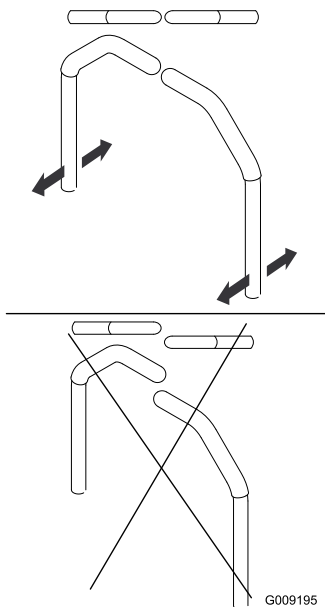

Figure 80
4. Réglez l'alignement avant/arrière des leviers en les plaçant simultanément à la position **POINT mort** puis faites-les coulisser jusqu'à ce qu'ils soient alignés, puis serrez les boulons (**Figure 80**).